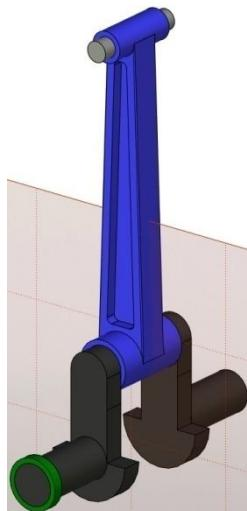

Рис. 2.11 – Соединение шатуна с поршневым пальцем
2.5.6 Добавьте «3D Фрагмент» «лр2 Поршневой палец». Поднимите на уровень сборки 3D узлы шатуна и поршневого пальца. Задайте сопряжение «совпадение» для 3D узла поршневого пальца и верхней головки шатуна, а затем сопряжение «параллельность» для их боковых граней . Модель должна выглядеть, как показано на рис. 2.11. Проверьте работу собранной части механизма.